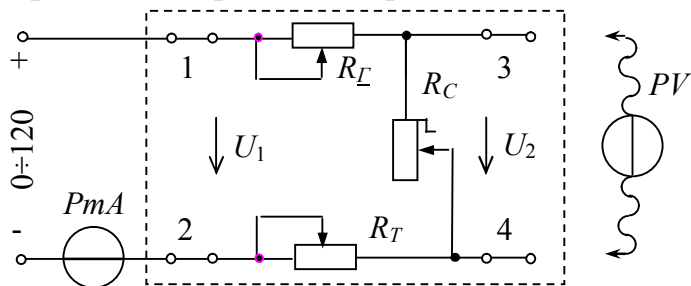

Рис. 11.10
3. Скласти коло (рис. 11.10) і під'єднати його до клем штатива $<->$, $<0 \div 120 \text{ В}>$. Перемикач блока живлення $ЛАТР$ перемкнути в положення $<0 \div 120 \text{ В}>$.